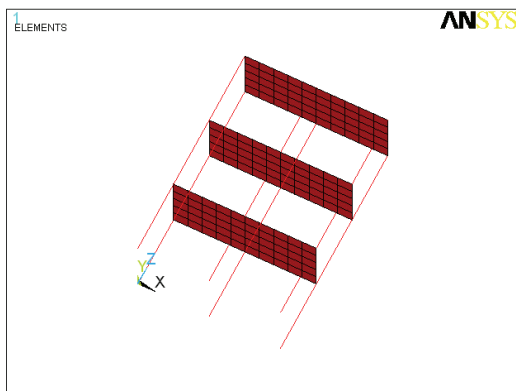

图 4-110 生成的有限元模型结果显示
23) 选择 Utility Menu | Plot | Elements 命令, ANSYS 显示窗口显示生成的有限元模型, 如图 4-110 所示。